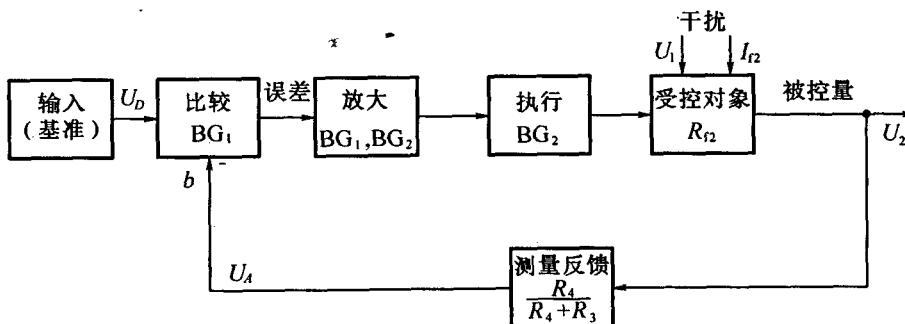

图1-10 题1-5晶体管稳压电源电路原理方框图
②分压器 $R_3, R_4$ 对 $U_2$ 实际值进行测量，把测得的 $U_A$ 加至 $BG_1$ 的基极，形成闭环。
③ $R_2, W$ 构成给定装置，提供参考输入（恒定）信号， $U_D$ 加到 $BG_1$ 的射极。
④ $A, D$ 两点电位比较，产生电位差 $U_{AD}$ （也称误差），决定了流过 $BG_1$ 的 $I_{B1}$ 的大小。
⑤因为 $I_{C1}$ 增加时， $I_{B1}$ 减少，反之亦然。
⑥本系统控制过程（以 $U_2$ 高于希望值时为例）如下。
⑦本系统的干扰： $U_1$ 的波动及负载电流 $I_{f2}$ 的变化。
⑧系统框图如图1-10所示。